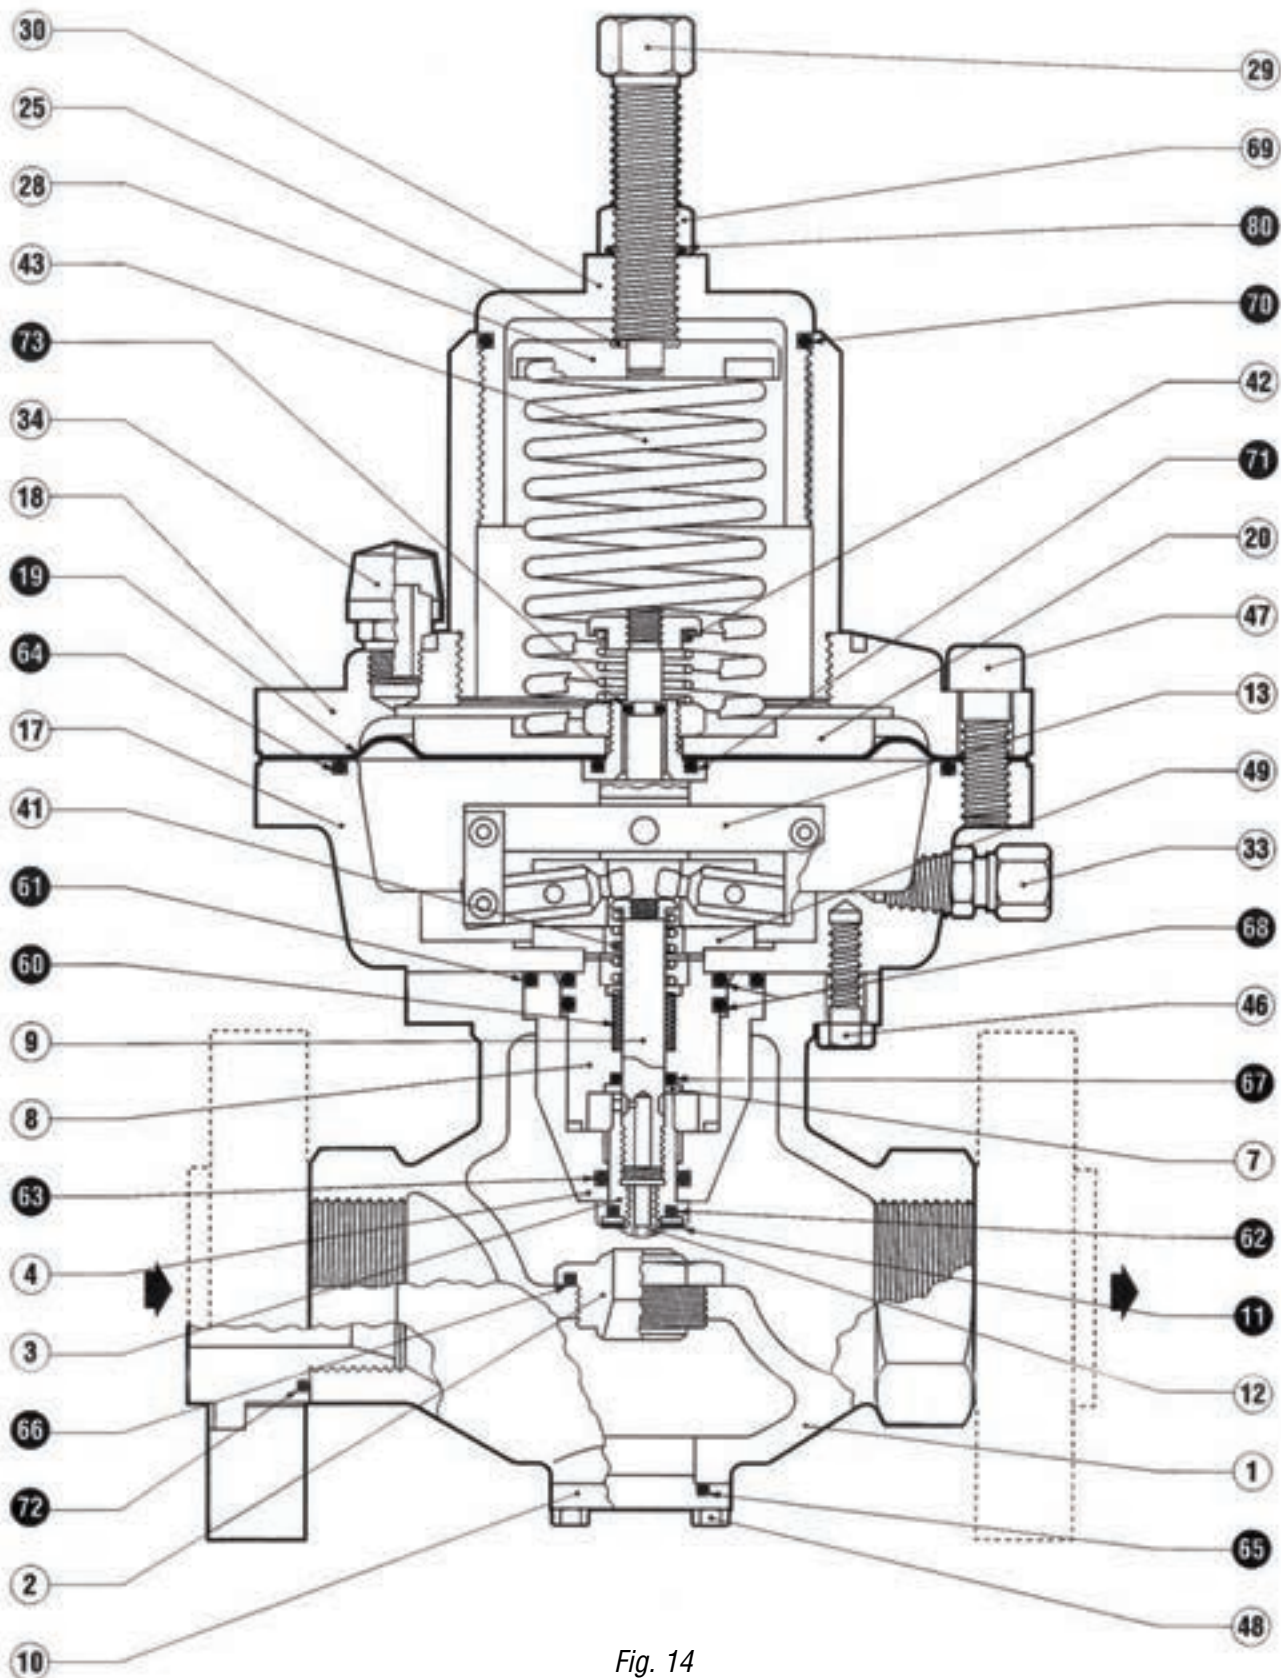

Fig. 14
**7.1 TAB. 9 REGOLATORE (FIG. 14)**
**7.1 TAB. 9 REGULATOR (FIG. 14)**
(Le posizioni si riferiscono alla fig. 14)
(The positions refer to fig. 14)